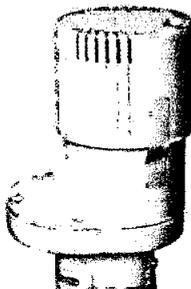

Fig.13
" Despegue la cinta adhesiva adjunta a la tapa de la lámpara (Fig. 13), que asegura que la tapa se aprieta a la base de la lámpara durante el envío.
" Inserte el enchufe en la parte superior del reposacabezas parte (D) en el zócalo de la tapa de la lámpara (26) en la parte de iluminación (A) (Fig. 13).